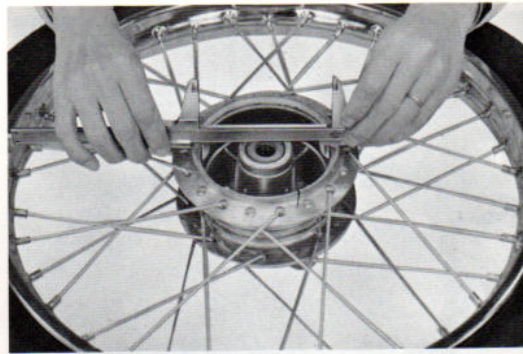

Fig 112 Mesure du diamètre intérieur du tambour
- 4) Contrôler l'usure du tambour à l'aide d'un pied à coulisse. (fig. 112)